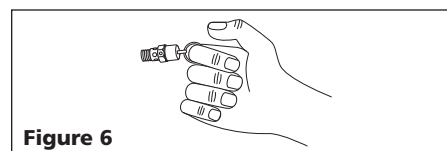

Figure 6
2. Porter des lunettes de sécurité, tirer l'anneau sur la soupape de sûreté (voir les Figure 6) pour dégager la pression du réservoir du compresseur. Utiliser l'autre main pour éloigner l'air se déplaçant rapidement du visage.
2. Tirer la bague sur la soupape de sûreté et la permettre de retourner à la position normale (Figure 6).